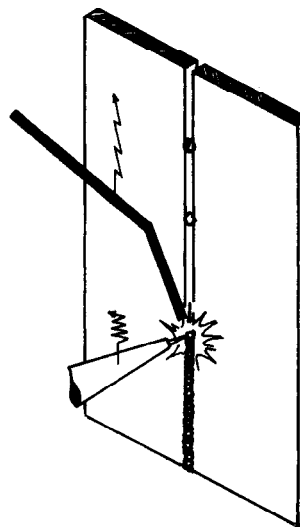

Figura 1.36
- b) Oscile la boquilla y el metal de aporte (Figura 1.36).